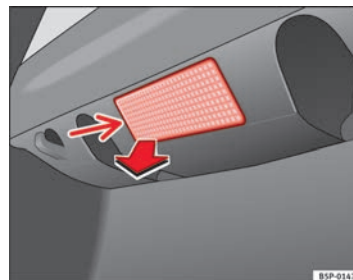

Fig. 195 Éclairage du coffre à bagages
- Retirez la tulipe en faisant pression sur le rebord de la partie intérieure de celle-ci (flèche) à l'aide d'un tournevis plat ⇒ fig. 195.